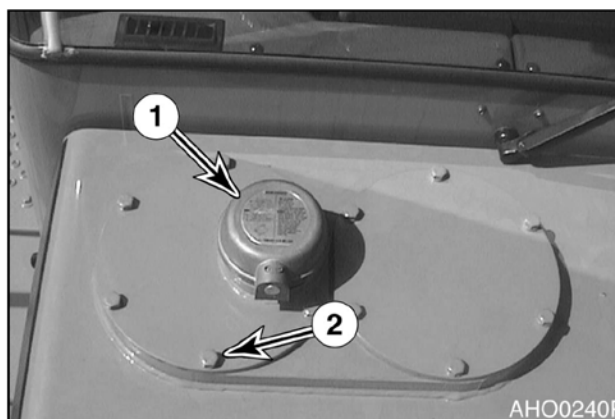

Рис. 10
5. Для добавления гидравлического масла, прежде всего, необходимо нажать на кнопку сброса давления (1, рис. 10), чтобы стравить давление в системе.
6. Снять болты (2, рис. 10), крышку и уплотнительное кольцо с заливного отверстия.